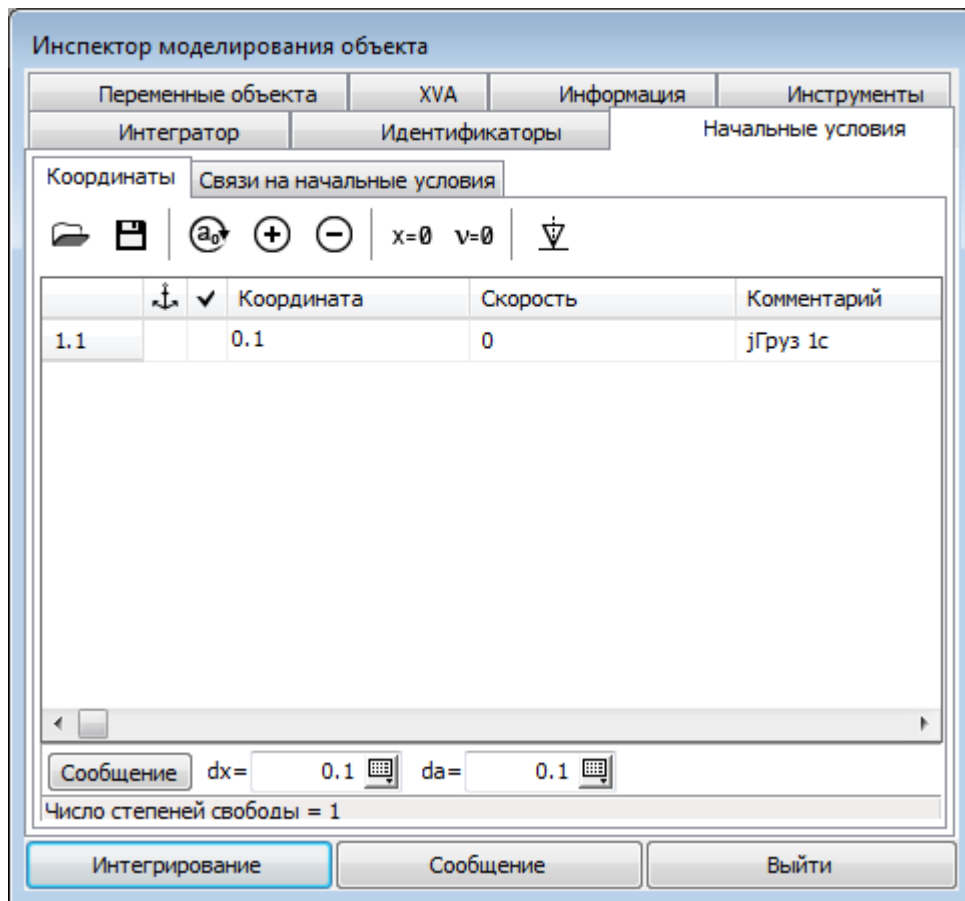

Рис. 2.19. Начальные условия
9. Перейдите на вкладку **Начальные условия**. В поле **Координата | 1.1** введите **0.1**, см. рис. 2.19. Дело в том, что положение системы при нулевых координатах довольно близко к положению равновесия и если не изменить начальные условия, то амплитуда колебаний будет невелика.